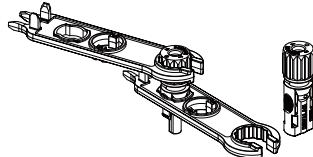

Abb. 5.5 Steckverbinder mit aufgeschraubter Überwurfmutter
- c) Führen Sie den Kontaktstift in den oberen Teil des Steckers ein und schrauben Sie die Überwurfmutter auf den oberen Teil des Steckers (wie in Abbildung 5.5 gezeigt).